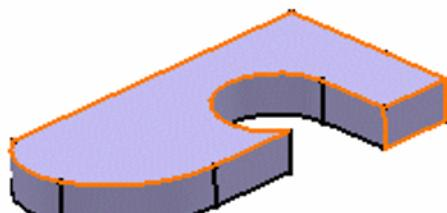

Fig.33. Selectarea fetelor
- Se selecteaza fetele ce trebuie îngrosate (fig.33);